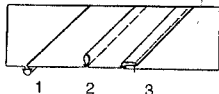

Рис. 5.48
*Рельефы* – это швы, сделанные в декоративных целях на поверхности неразрезанной ткани, а также соединительные швы, имеющие декоративное значение (рис. 5.48).